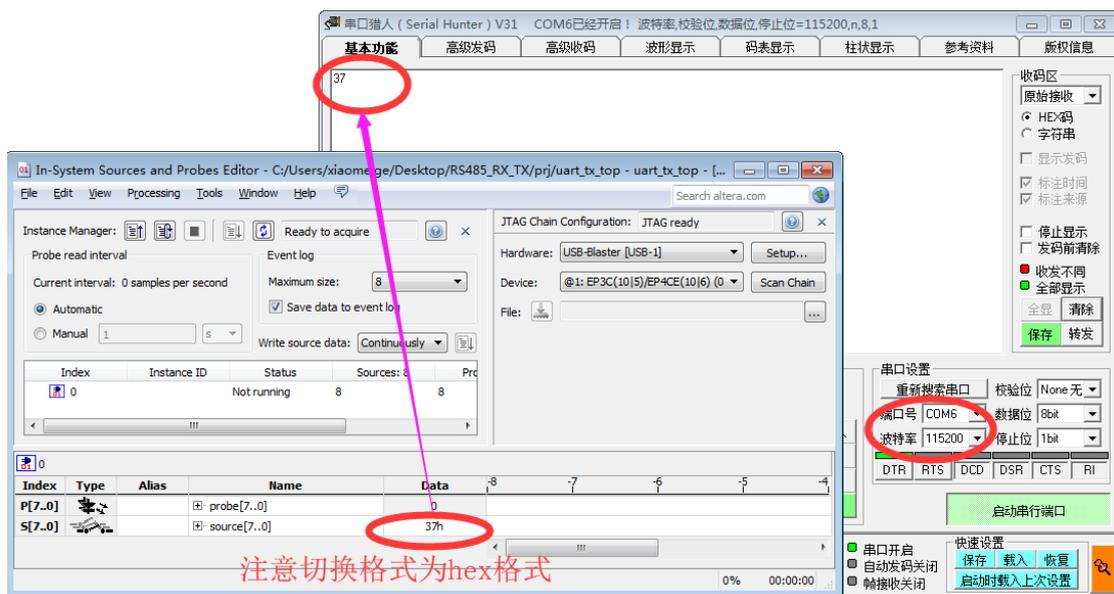

图 7 FPGA 发送数据
6. 打开 In-System Sources and Probes 工具，将 source 和 probe 的显示格式都切换为 hex 格式，然后在 source 的 data 栏中输入希望发送的数据，然后按下开发板上的 S0 按键，可以看到，串口猎人上对应显示出了接收到的数据，如图 7 所示。